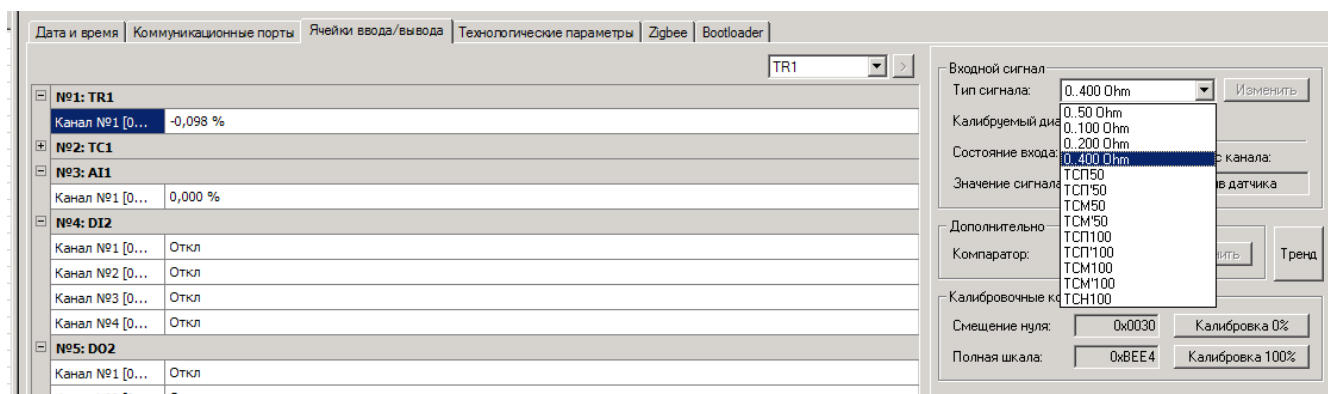

Рисунок 5.13
5.2.8.3 Ячейки ввода сигналов от термометров сопротивления TR1, TR2, TR3 выполняют преобразование входного сигнала в цифровой код в одном из двух вариантов (рисунок 5.13):